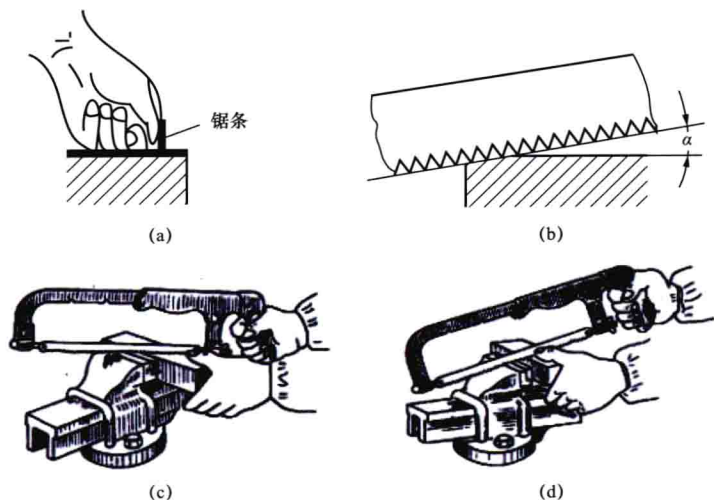

图1-14 起锯的方式
2) 起锯。起锯的方式有近边起锯和远边起锯两种，如图1-14 (a) 所示，一般情况采用远边起锯。因为此时锯齿是逐步切入材料，不易卡住，起
锯比较方便。为了起锯的位置正确和平稳,可用左手大拇指挡住锯条来定位,起锯角 α 以 15° 左右为宜,如图1-14(b)所示。起锯时压力要小,往返行程要短,速度要慢,这样可使起锯平稳。